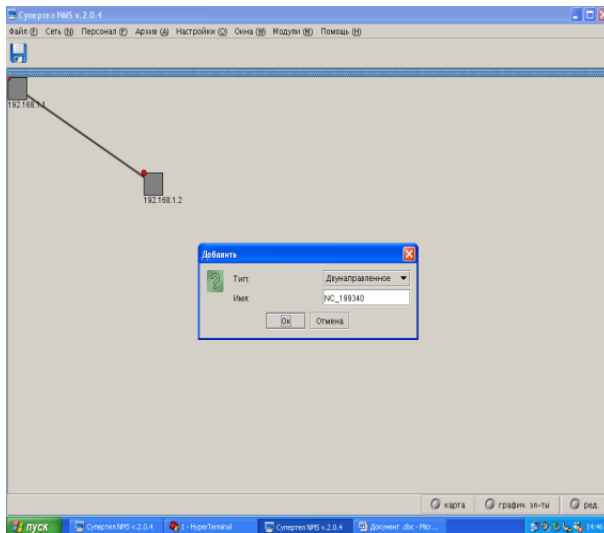

Рис. 30
17. В окне «Добавить» выбрать тип «Двунаправленное», имя – «NC_199340», нажать «ОК» (рис. 30).